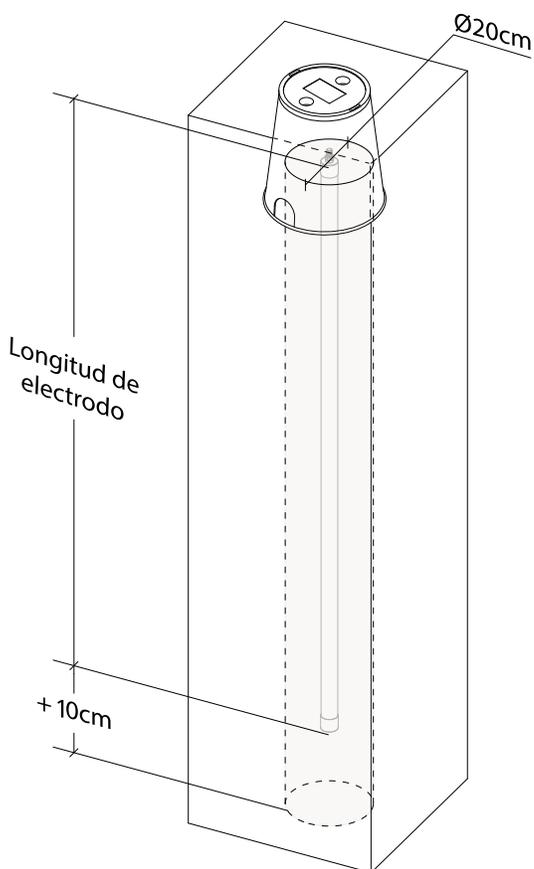

Figura 1.
Con un cava hoyos, realizar una perforación de 20 cm de diámetros y 1.90 metros de profundidad; se recomienda que el sistema de tierra sea instalado con un registro Total Ground S610, así la instalación podrá ser revisada de manera periódica (Figura 1).
3. Si opta por utilizar un registro, asegure sé de colocarlo antes de que la tierra llegué al nivel del piso terminado como se muestra en la figura 1.